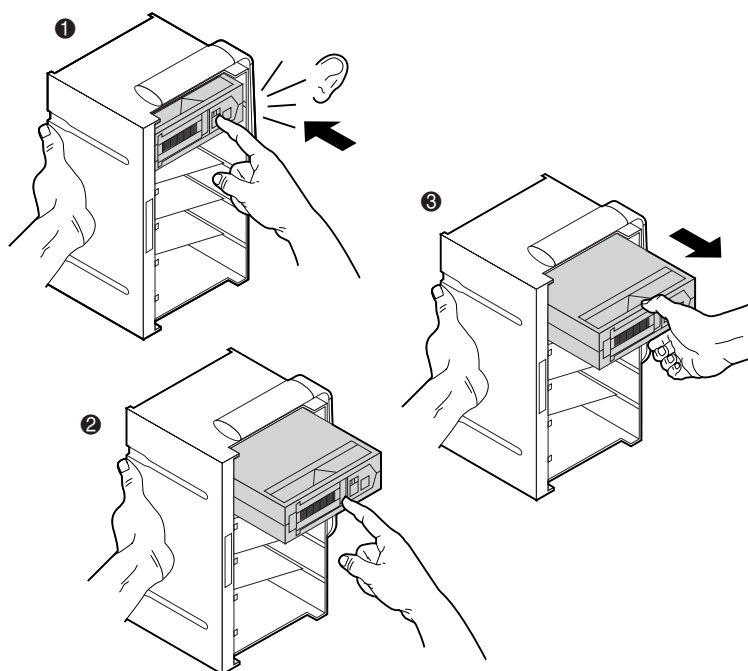

Figura 2-15: Rimozione di una cartuccia a nastro (caricatore da 6 cartucce)
1. Inserire la cartuccia a nastro fino a quando non si avverte uno scatto (❶ Figura 2-15).
2. Estrarre la cartuccia a nastro (❷ Figura 2-15).
3. Rimuovere la cartuccia a nastro (❸ Figura 2-15).